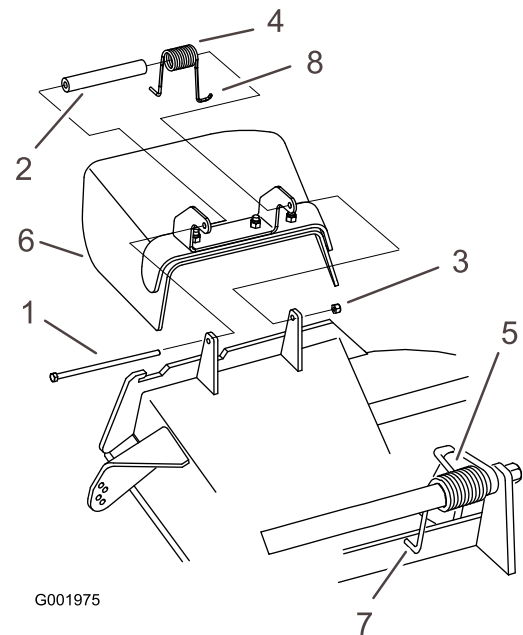

Figura 80
1. Retire la contratuerca, el perno, el muelle y el espaciador que sujetan el deflector a los soportes de pivote (Figura 80). Retire el deflector de hierba dañado o desgastado.
Nota: Asegúrese de colocar un extremo en **J** del muelle detrás del reborde de la carcasa antes de instalar el perno, según se muestra en Figura 80.
3. Instale el perno y la tuerca. Coloque un extremo en **J** del muelle alrededor del deflector de hierba (Figura 80).